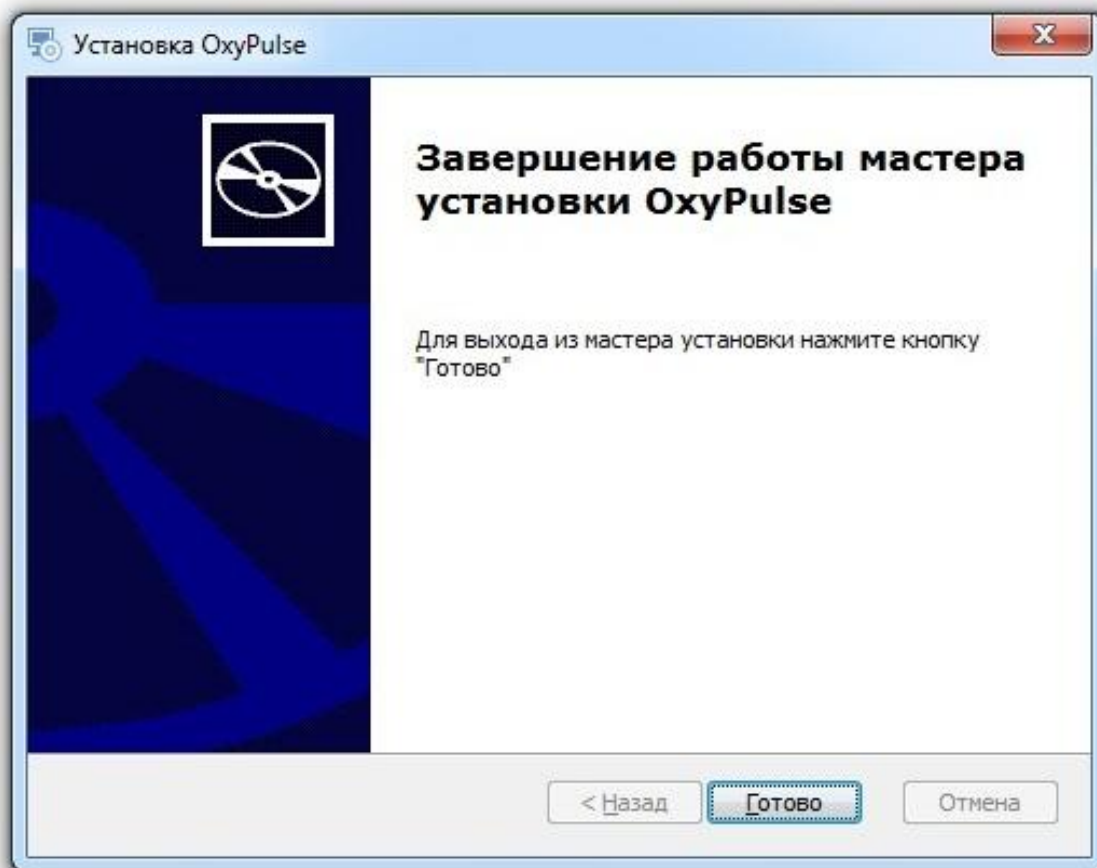

Рисунок 3.7 – Программа установки. Сообщение об успешной установке
3.4.3.6 После этого начнется процесс установки и в случае его успешного окончания появится окно с соответствующим сообщением (рисунок 3.7).